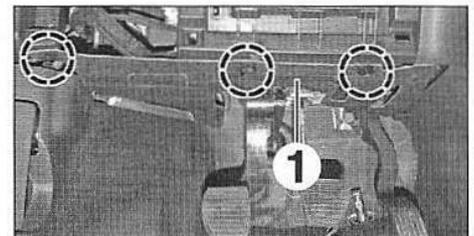

FIG.29
- Dégrafer et déposer la garniture inférieure gauche de planche de bord (1), puis débrancher le connecteur de l'éclaireur de plancher (Fig.29).
- Dégrafer et déposer la garniture inférieure gauche de planche de bord (1), puis débrancher le connecteur de l'éclaireur de planche (Fig.29).